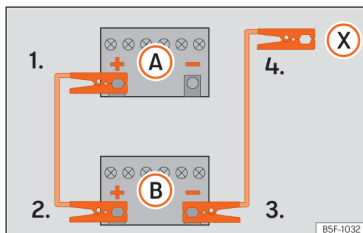

Abb. 192 Anschlusschema für Fahrzeuge ohne Start-Stopp-System.
2. Klemmen Sie ein Ende des roten Starthilfekabels an den Pluspol (+) des Fahrzeugs mit der entladenen Fahrzeugbatterie (A).
3. Klemmen Sie das andere Ende des roten Starthilfekabels an den Pluspol (+) des stromgebenden Fahrzeugs (B).
4. Fahrzeuge ohne Start-Stopp-System: Klemmen Sie ein Ende des schwarzen Starthilfekabels an den Minuspol (-) des stromgebenden Fahrzeugs (B) »» (Abb. 192).